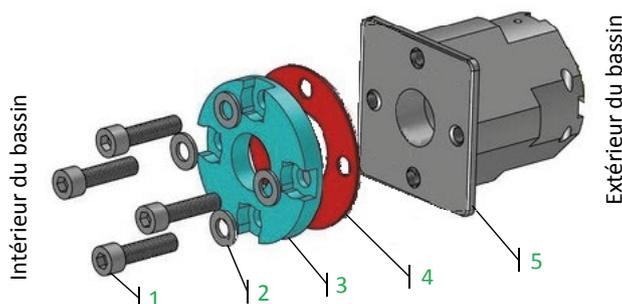

Figure 36 – Montage de la bride de traversée de paroi
La procédure à suivre pour la pose de la bride de traversée de paroi est décrite à la **Figure 36** (sur cette figure, le liner se situe entre les pièces (4) et (5)).
- Repérez les quatre perçages de la traversée de paroi (5) à travers le liner et découpez celui-ci à l'aide d'un cutter aux emplacements repérés ;
- Collez le joint adhésif (4) sur la bride (3), en veillant à la correspondance entre les trous du joint et de la pièce ;
- Vissez la bride (3) sur le corps du refoulement (5) à l'aide de quatre vis à tête cylindrique à six pans creux 10 × 40 en inox a4 (1) munies de 4 rondelles (2). Les vis et rondelles sont fournies dans le sachet de visserie qui accompagne la traversée de paroi ;